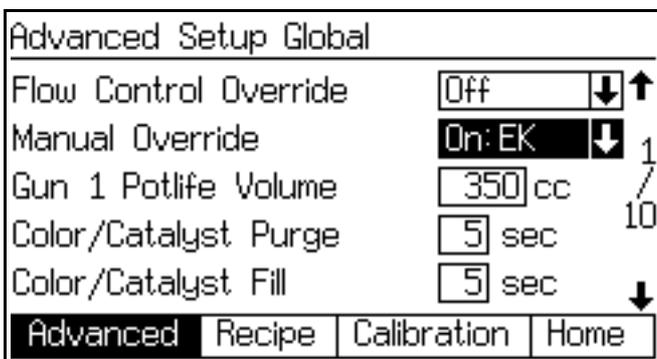

FIG. 96. Écran de configuration avancée 1
3. Allez à **Écran de configuration avancée 1** (voir FIG. 96). Activez la commande manuelle.